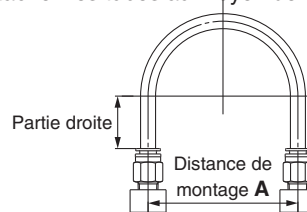

Fig. 1 Configuration de raccordement recommandée
1. Lors du raccordement de tubes à raccords instantanés, fournissez de la longueur de tuyau supplémentaire comme l'indique la Fig. 1, en configuration de raccordement recommandé.